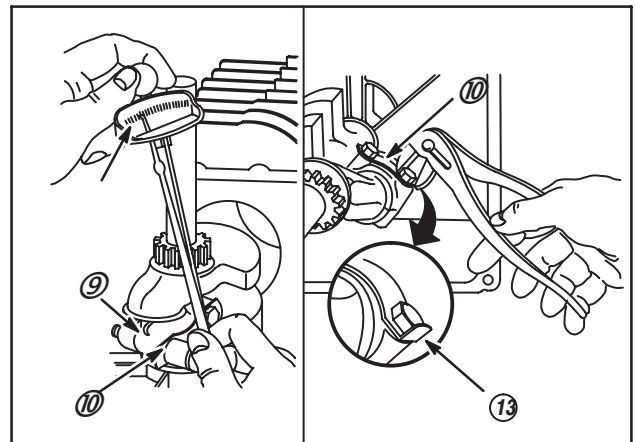

Fig. 20
9. Si la bielle et le vilebrequin sont libres, rabattre le frein de bielle (10, si utilisé) contre les méplats des têtes de vis (13), Fig. 20.